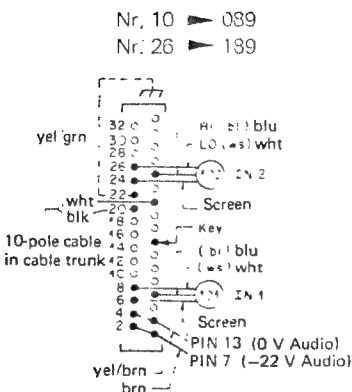

Fig. 6.2.-3
- gemäss Fig. 6.2.–3 und 6.2.–4 verdrahten.
- Meterprint abschrauben, Korrelations-Instrument befestigen und verdrahten nach Fig. 6.2.–5.